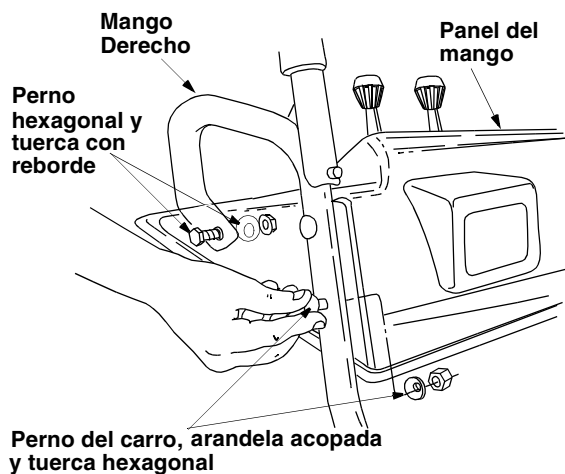

Figura 3
- Coloque el panel del mango en posición entre los mangos de manera que los extremos de la parte curvada de los mangos atraviesen las ranuras en el panel del mango. Alinee los orificios en el mango con los orificios en los dos lados del panel del mango. Vea la Figura 3.
- Fije el panel del mango al mango con dos pernos del carro, arandelas acopadas (lado acopado contra el panel del mango) y tuercas hexagonales de cada lado. Vea la Figura 3. Usted encontrará esos sujetadores en el conjunto de la ferretería (Grupo B
- Fije cada lado del reverso del panel del mango con un perno hexagonal de 1/4-20 y tuerca con reborde del conjunto de la ferretería (Grupo C en la página 43). Vea la Figura 3. No ajuste en este momento.